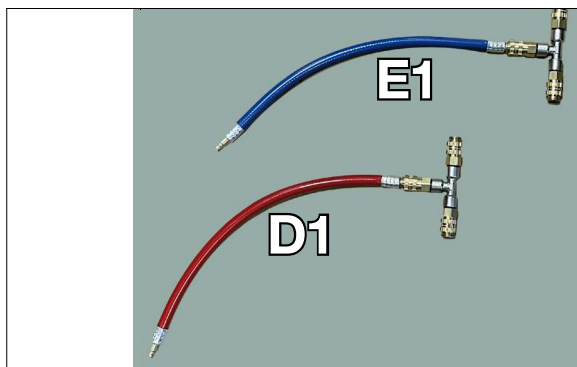

Fig. 10
Innestare i due tubi rosso e blu raccordo a T (fig.10) nella unità di raffreddamento come indicato in fig.11
*Insert the two red and blue T-fitting pipes (fig.10) into the cooling unit as indicated in fig.11*
Inserte los dos tubos de conexión en T, rojo y azul, (fig.10) en la unidad de refrigeración como se indica en la fig.11